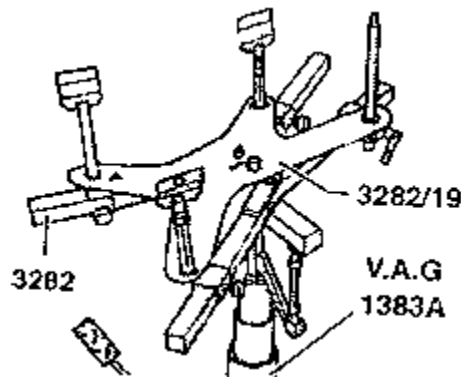

图 8-56 安装专用工具 3282
(1) 如图 8-56 所示，支承 01V 自动变速箱时，使用调整板 3282/19 调整好变速箱夹具 3282，并把变速箱夹具装到托车 V.A.G1383A 上。调整板上的符号表示 01V 自动变速箱所需要的夹具号，箭头应指向行驶方向。